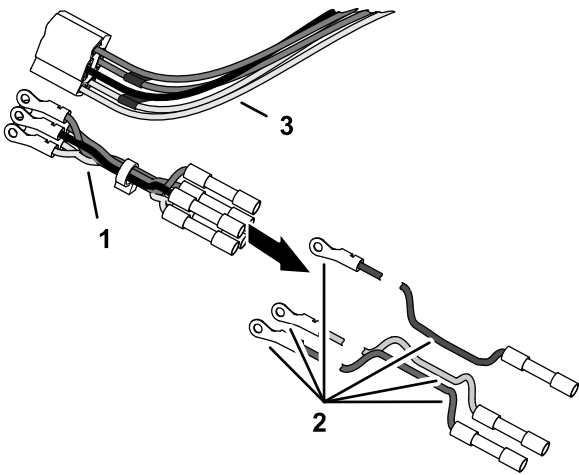

Figure 2
- 1. Sur le connecteur à 5 douilles de la commande de PDF, identifiez les couleurs des fils du faisceau d'adaptateur qui n'existent pas pour le faisceau de la machine (Figure 2).